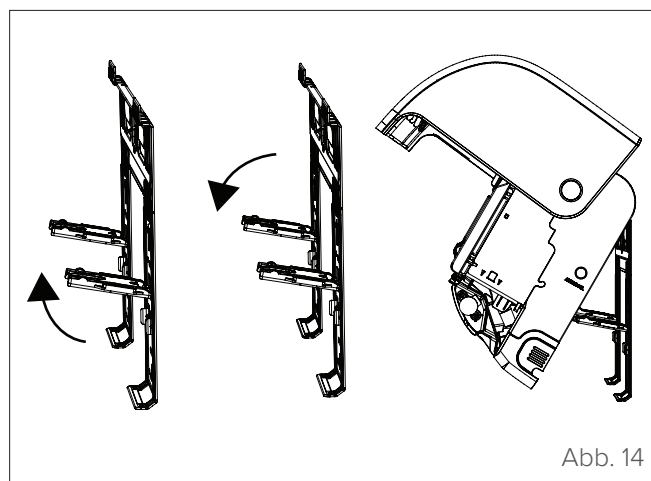

Abb. 14
- 2 In der Montageplatte vorhandene Halterungen verwenden, um das Gerät anzuheben, damit genügend Platz für den Anschluss der Kühlleitungen, der Stromkabel und der Ablassleitungen vorhanden ist (siehe "Abb. 14").